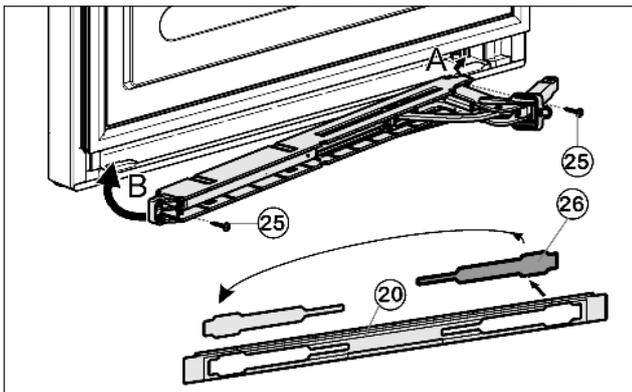

Fig. 13
- ▶ Détacher le cache Fig. 13 (26) du panneau Fig. 13 (20) et le remettre en place de l'autre côté.
- ▶ Encliqueter l'unité de l'amortisseur de fermeture avec l'articulation orientée vers la charnière (A) et bien la guider pour la repositionner (B).
- ▶ Visser l'unité d'amortisseur de fermeture à fond (2 Torx® 15) Fig. 13 (25).